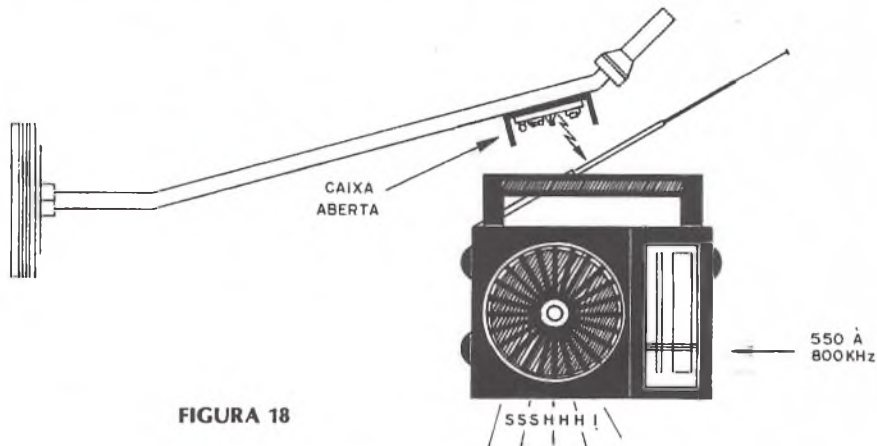

FIGURA 18
d) Ligue agora a bobina L1 que estava desligada até o teste feito e procure no mostrador do rádio onde está o sinal de seu oscilador. Aproxime o rádio da caixa para fazer este teste (figura 18).